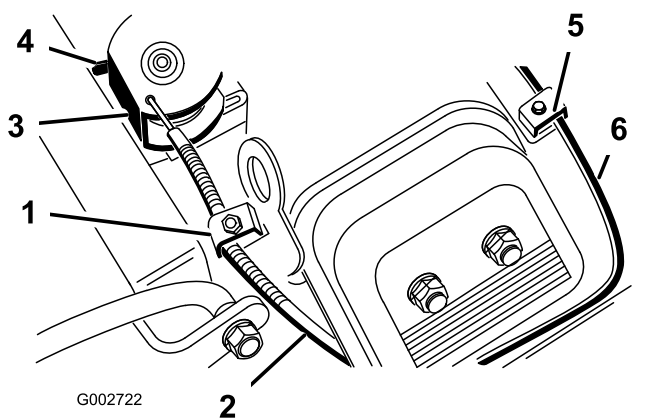

Рисунок 41
2. Ослабьте винт зажима тросика дроссельной заслонки, который крепит тросик к двигателю (Рисунок 41).
4. Сильно потяните за тросик дроссельной заслонки, чтобы задняя часть шарнира коснулась упора (Рисунок 41).
2. Ослабьте винт зажима тросика воздушной заслонки, который крепит тросик к двигателю (Рисунок 41).
4. Сильно потяните за тросик воздушной заслонки (Рисунок 41), чтобы ее дроссель полностью закрылся; затем затяните винт зажима тросика.